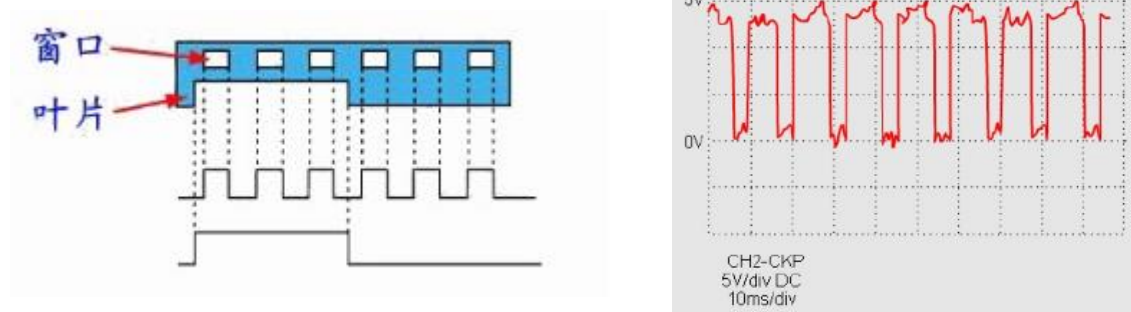

图 4-2-2 霍尔式凸轮轴位置传感器波形
(1) 按照示波器操作使用说明连接好示波器。
(2) 起动发动机。
(3) 观察发动机怠速时和缓慢加速时不同转速下的信号波形。如图 4-2-2 所示。